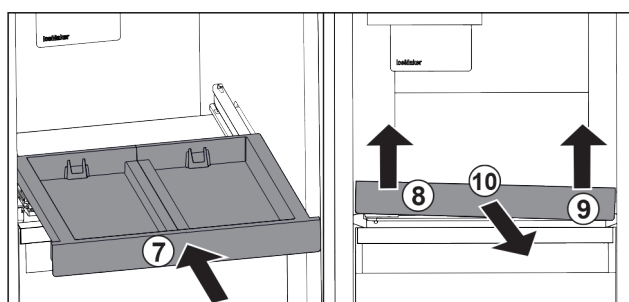

Fig. 20
- Inșerați raftul extractibil. Fig. 20 (7)
- Ridicați raftul extractibil din față stânga. Fig. 20 (8)
- Ridicați raftul extractibil din față dreapta. Fig. 20 (9)
- Extrageți raftul extractibil spre înainte. Fig. 20 (10)